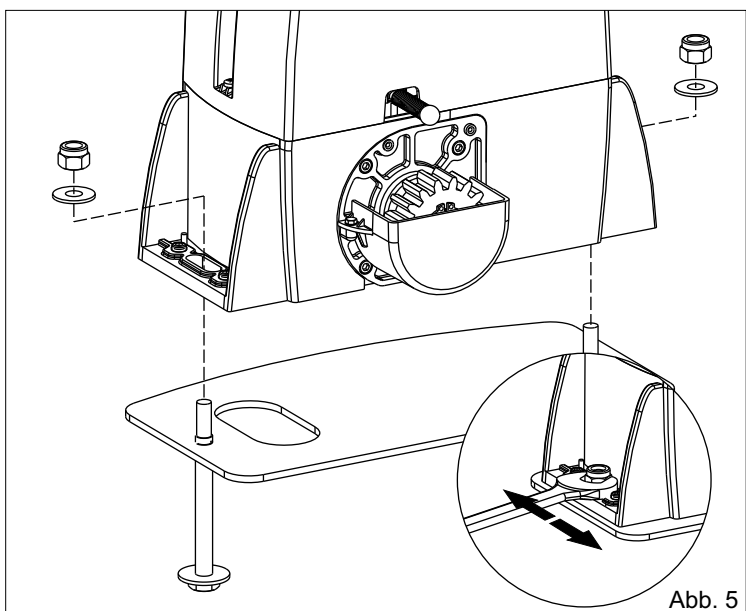

Abb. 5
4.2. Den Antrieb mit Hilfe der 2 mitgelieferten Bolzen an der Grundplatte befestigen und dabei die seitliche Position (Abb.5) nach den in Abb. 2 angegebenen Massen regulieren.